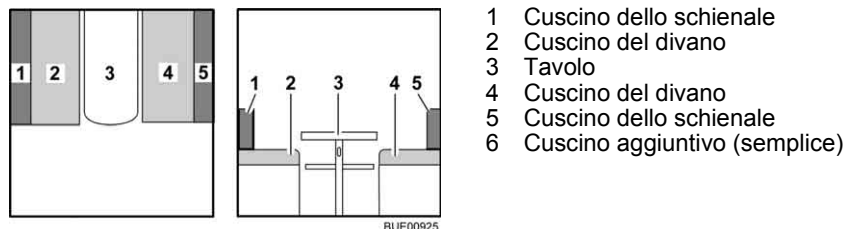

Fig. 95 Prima della trasformazione
- Trasformare il tavolo (Fig. 95,3) in struttura di supporto letto (vedi paragrafo 6.12).